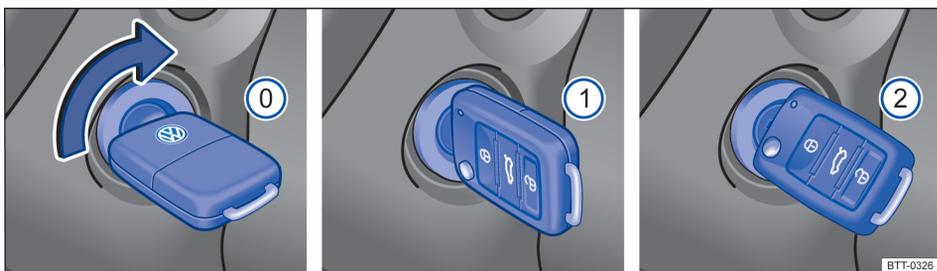

图 80 钥匙在点火开关中的位置
汽车钥匙 → 图 80
- 打开点火开关，按下油-气转换开关 **CNG OFF** ⇒ 图 80，则可选择发动机的启动模式且发动机启动后将在所选择模式下持续运行，另外还可切换组合仪表显示屏下部的燃油表和天然气储量显示；
- 在发动机处于运转状态下，按下油-气转换开关 **CNG OFF** ⇒ 图 80，发动机将从汽油模式切换到天然气模式或反之。
如果发动机在天然气模式下的工作条件不能满足时 ⇒ 第 94 页，按下油-气转换开关 **CNG OFF** ⇒ 图 80 的请求无效，发动机只能在汽油模式下工作，反之亦然。
5.	将点火开关中的汽车钥匙转到位置 ① ⇒ 图 80。